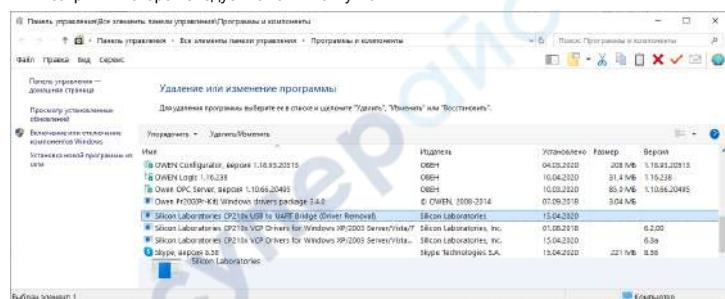

Рисунок 8 – Экранная форма установки и удаления программ
- В открывшейся экранной форме выбрать из списка программу «Silicon Laboratories CP210x USB to UART Bridge (Driver Removal)» и нажать кнопку «Удалить/Изменить» (см. рисунок 8).